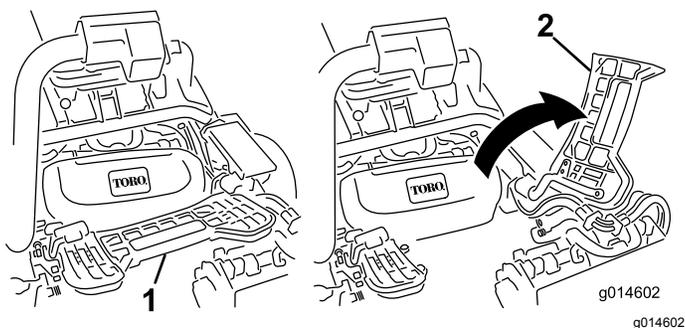

Рисунок 50
2. Поднимите и поверните вверх подножку, открывая доступ к центральному режущему блоку (Рисунок 50).